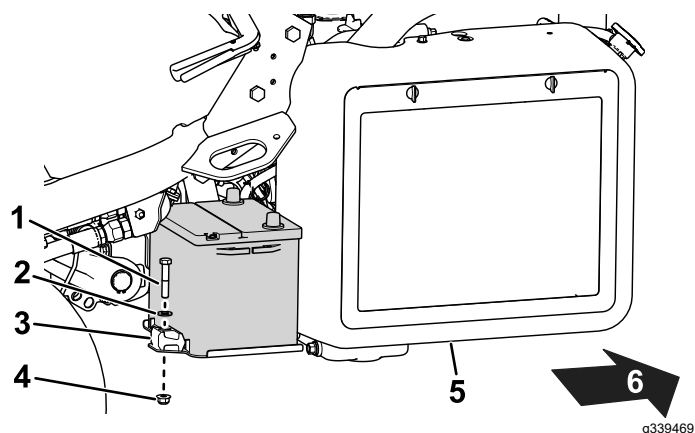

Figura 48
2. Retire las fijaciones que sujetan la batería a la bandeja (Figura 48) y retire la batería.
- Coloque la batería en la bandeja de la batería y sujétela con las varillas y las fijaciones que se retiraron anteriormente (Figura 48).